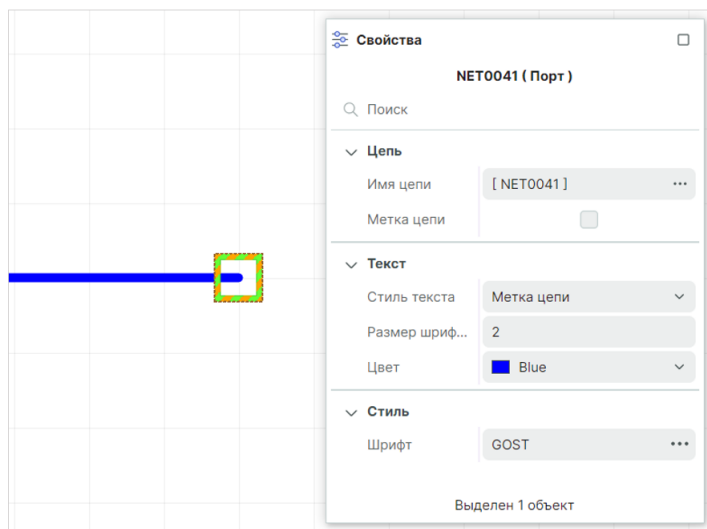

Рис. 127 Символ свободного окончания незавершенной цепи
1. Выделите символ свободного окончания цепи щелчком мыши, см. Рис. 127.